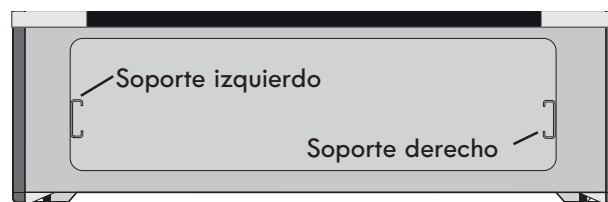

Figura 44: Alineación de los canales
2. Alinee cuidadosamente ambos lados de los rieles deslizantes del cajón calentador con los soportes deslizantes del compartimiento exterior ubicados en el interior del compartimiento vacío del cajón (vea Figura 44).